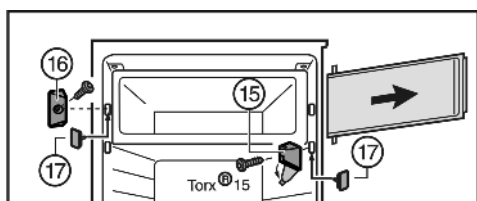

Fig. 6
- ▶ Kryt na stojanu ložiska Fig. 6 (15) vyklopte.
- ▶ Stojan ložiska Fig. 6 (15) odšroubujte s dvířky přihrádky.
- ▶ Uzávěr Fig. 6 (16) odšroubujte.
- ▶ Uvolněné otvory uzavřete přiloženými zátkami Fig. 6 (17).